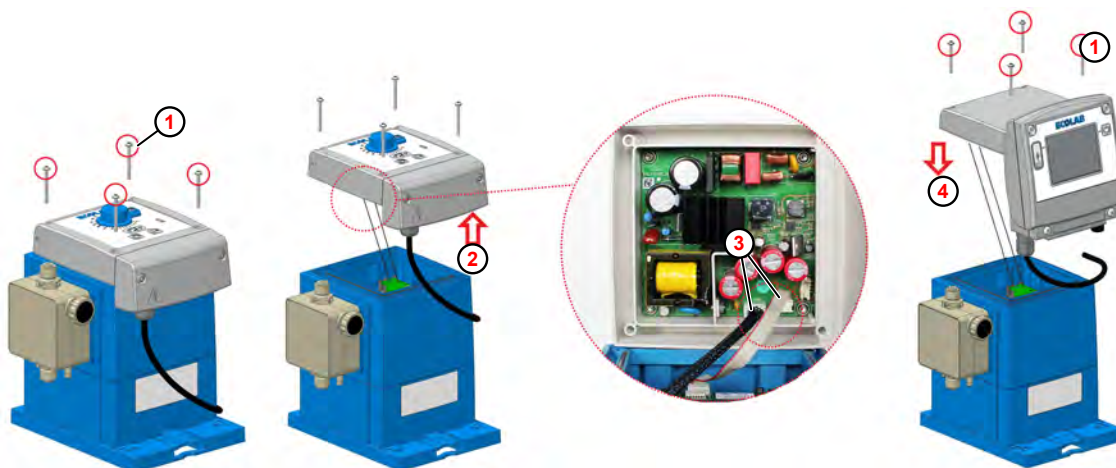

Fig. 37: Passaggio a EcoAdd
- ① Vite di fissaggio
- ② Smontare la centralina di comando
- ③ Spina
- ④ Montare la centralina di comando
1. ▶ Allentare le viti di fissaggio (Fig. 37 , ①) della centralina di comando **EcoPro** con una chiave Torx (TX25).